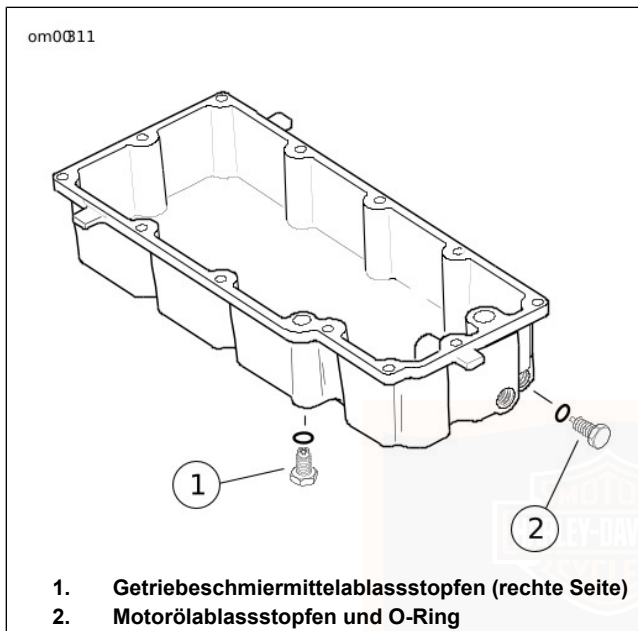

Abbildung 47. Ölwanne: Touring-Modelle
3. Siehe Abbildung 47. Den Ölablassstopfen an der linken Seite der Ölwanne ausfindig machen. Den Ölablassstopfen entfernen. Den Innensechskantstopfen nicht entfernen. Das Öl vollständig ablaufen lassen.
2. Siehe Abbildung 47. Den Getriebeschmiermittelablassstopfen von der rechten Seite der Ölwanne abnehmen und das Schmiermittel in einen geeigneten Behälter ablassen.